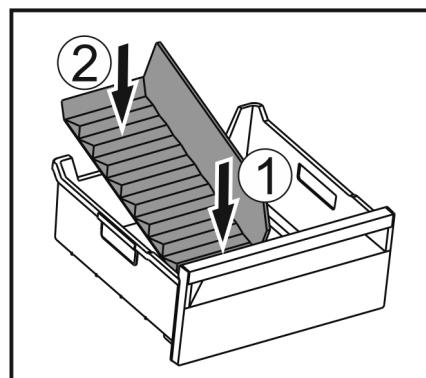

Fig. 176
- ▶ Установите переднюю часть разделителя отделения для льда. Fig. 176 (1)
- ▶ Опустите заднюю часть разделителя отделения для льда на дно выдвижного ящика. Fig. 176 (2)